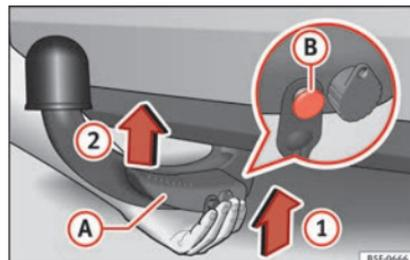

Abb. 229 Anbringen abnehmbaren Kugelkopf/Entriegelungsbolzen im entfalteten Zustand
- Den abnehmbaren Kugelkopf **von unten** » **Abb. 229** halten und in die Hakenaufnahme **1** einsetzen, bis er hörbar einrastet » **▲**.